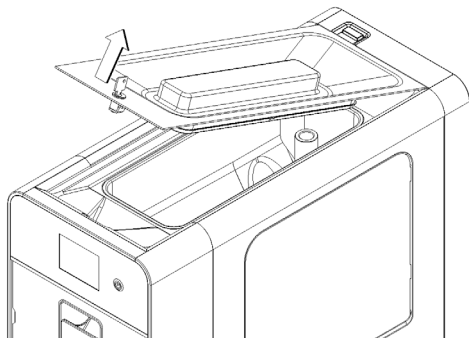

Bild 16
- 1 Den oberen Deckel abnehmen. (Bild 16)